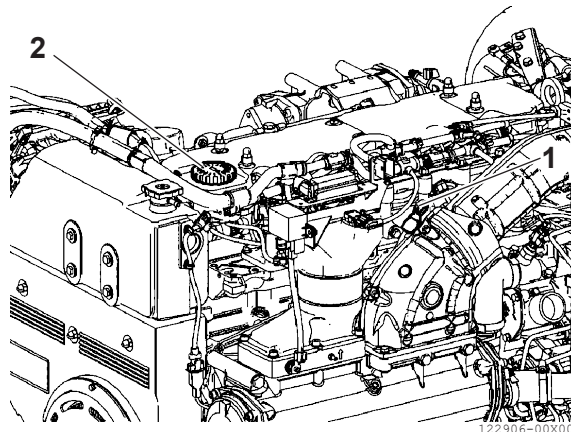

Figura 1
- Utilizzare l'astina di livello (**Figura 1, (1)**) per controllare che il livello dell'olio sia compreso tra i livelli "MIN" e "MAX".
- Se il livello è troppo basso, rimuovere il tappo corrispondente (**Figura 1, (2)**) e rabboccare attraverso l'ingresso di riempimento sulla testa cilindro rispettando le quantità indicate a pagina 35.